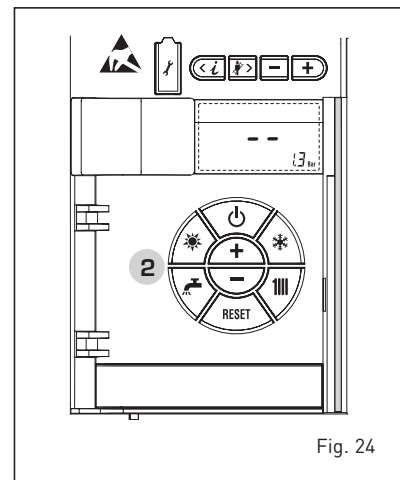

Fig. 24
ENCENDIDO CALDERA (fig. 24)
APAGADO DE LA CALDERA (fig. 24)
En caso de breves ausencias, pulsar la tecla (🔌) del panel de mandos (pos. 2). El display se presenta como indica la fig. 24.